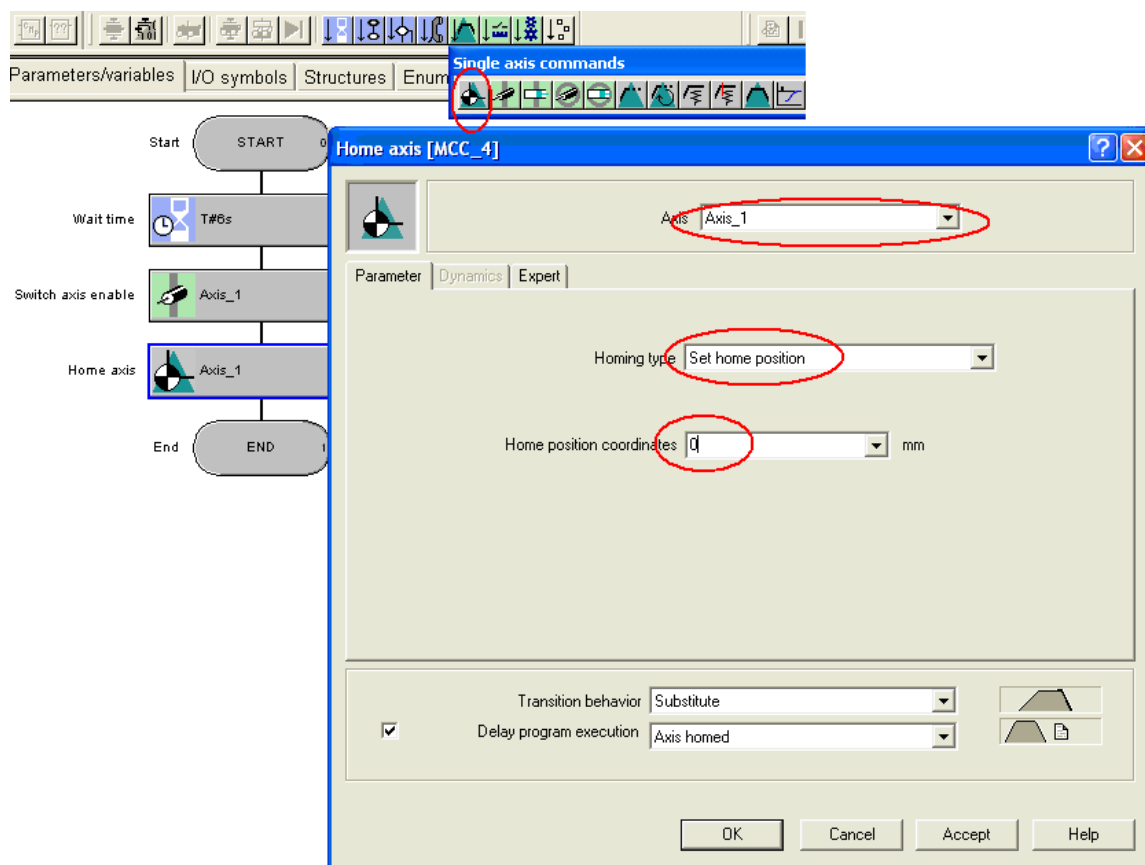

图 2.29 插入轴回零命令
(5) 按照相同的方式，选择下的回零命令，根据图 2.29 所示设置回零命令的参数。该命令执行后，轴的当前位置将被置成 0。